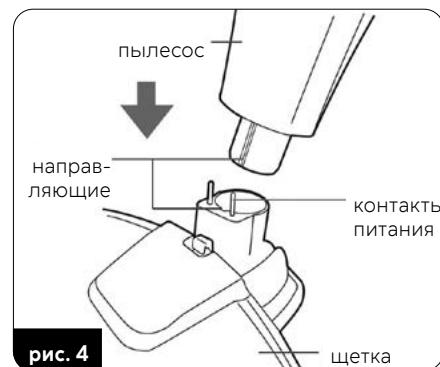

рис. 4
- Установите электрическую щетку (14) в нижнее гнездо главного держателя. Обратите внимание на деликатные контакты питания, чтобы не повредить их. Главный держатель снабжен направляющей, позволяющей установить электрощетку в одном правильном положении (рис. 4).